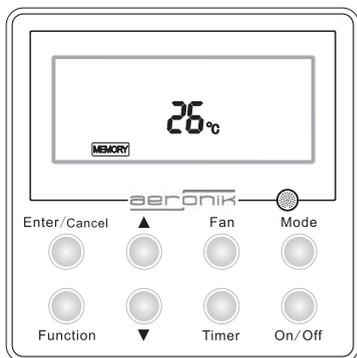
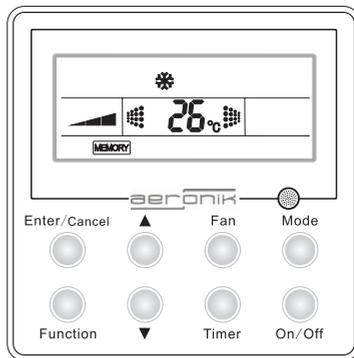

Рис.5 Выключенное устройство
Рис. 6 Включенное устройство
- ① Линии связи (проводного контроллера) и линии электропередачи должны быть разделены с минимальным расстоянием 20 см, в противном случае это может привести к неисправности связи.
- ② Предположим, что фанкойл установлен там, где имеют место электромагнитные помехи, тогда линия связи проводного контроллера должна быть защищена двужильным шнуром.
- ♦ На рис. 5 изображено устройство в выключенном состоянии после подачи питания. На рис. 6 изображено включенное устройство после подачи питания.